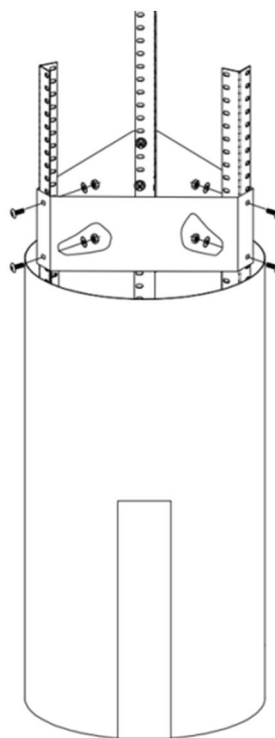

Рис.6
6. Установите крепления на угловые брусы и закрепите с помощью 6-ти винтов M4x10 мм, гаек M4 и уплотнительных колец – рис. 6.